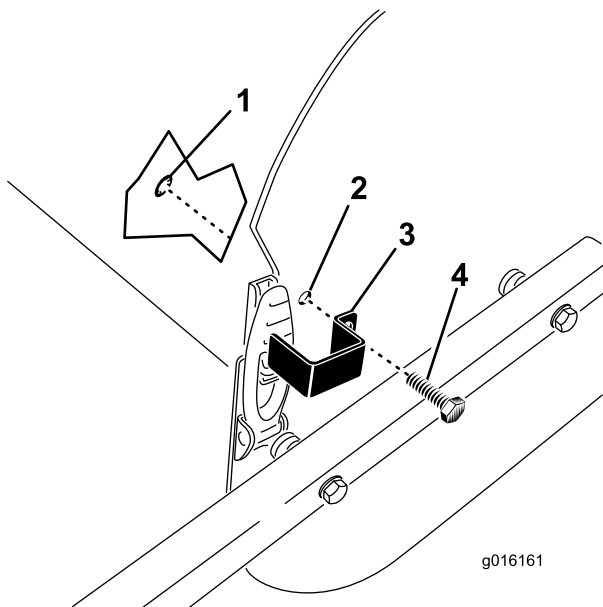

Bild 31
1. Positionieren Sie die Riegelplatte über den Motorhaubenriegel und fluchten Sie gleichzeitig das Befestigungsloch mit dem Loch in der Seitenplatte aus (Bild 31).
2. Befestigen Sie die Riegelplatte mit einer Gewindeschraube und einem Haltering an der Seitenplatte (Bild 31).